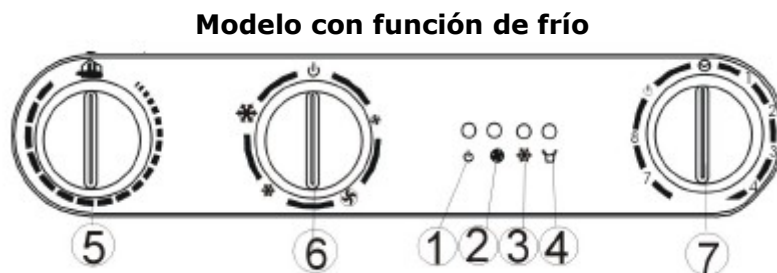

FIG. 12
- 1. Panel de control (ver Fig. 12 y 13)